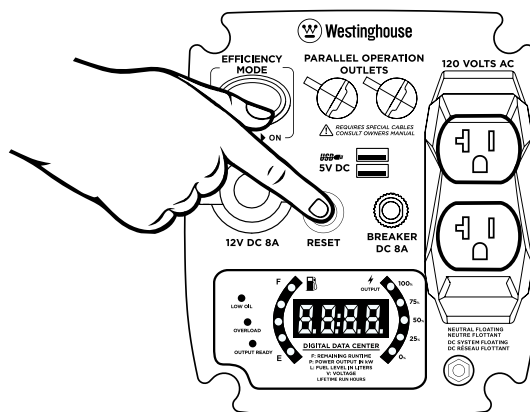

Figura 11: Presione el interruptor de reinicio
3. Presione el interruptor de restablecimiento para restablecerlo (consulte la Figura 11).